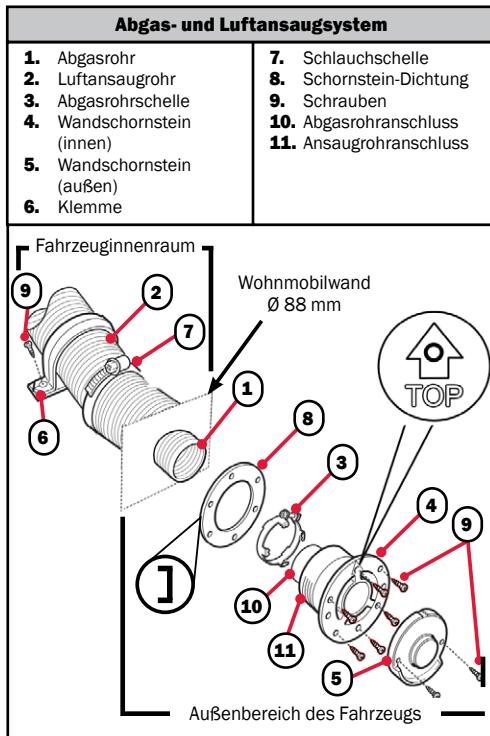

Abbildung 9
- Bohren Sie ein Loch (Ø 88 mm) in die Fahrzeugwand und dichten Sie es mit der Dichtung (Abb. 9 #8) ab, wobei die glatte Seite zum Abgasrohr und die Dichtung zur Wand des Wohnmobils zeigen muss (Abb. 9 #3).
- Schieben Sie eine Schlauchschelle (Abb. 9 #3) über das Abgasrohr und stecken Sie das Rohr in die Öffnung. Ziehen Sie die Schelle fest (Drehmoment 3,4 - 4 Nm).
- Führen Sie das Luftansaugrohr über die Rippen des Abgaskamins (Abb. 9 #11).
- Befestigen Sie den Abgaskamin mit 6 Schrauben (Abb. 9 #9). Achten Sie darauf, dass „TOP“ nach oben gerichtet ist.
- Befestigen Sie die Abdeckung des Abgaskamins mit 2 Schrauben und befestigen Sie dann das Abgasrohr mit der Befestigungsschelle an der Fahrzeugwand (Abb. 9 #6)..